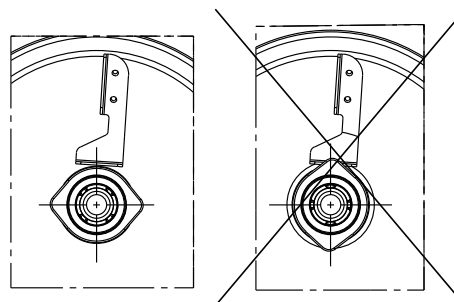

Рис. 23 Монтаж неподвижной части уплотнения (только SiC/SiC)
3. Запрессовать неподвижную часть уплотнения. См. рис. 23.